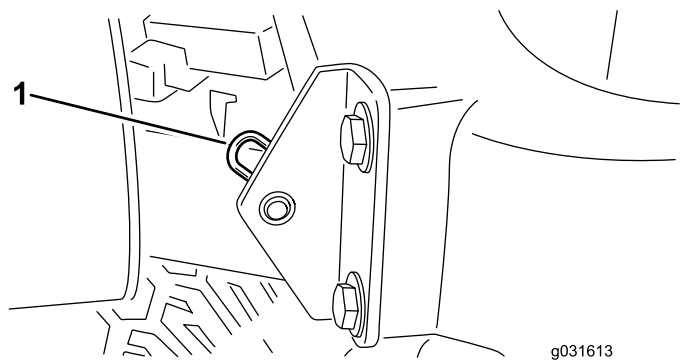

Figura 62
2. Tire o perno de gancho que fixa a articulação do capot aos suportes de montagem (Figura 62).